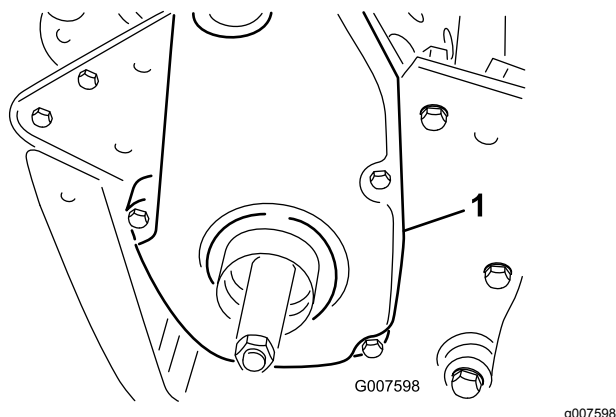

図 43
1. ベルトカバー取り付けねじを外してカバーを取り、ベルトを露出させる 図 43。